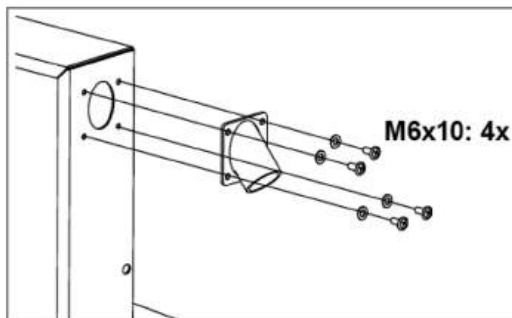

Рис. 12
- Установите адаптер для подключения к пылесосу с помощью четырёх винтов М6х10 (рис. 12).